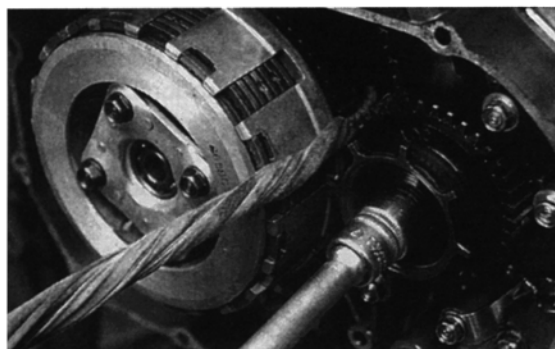

Bild 70
- Kupplungszentralmutter ist mit Welle verstemmt. Verstemmung aufbiegen oder ausschleifen, dabei jedoch nicht Gewinde der Welle beschädigen (Bild 70).